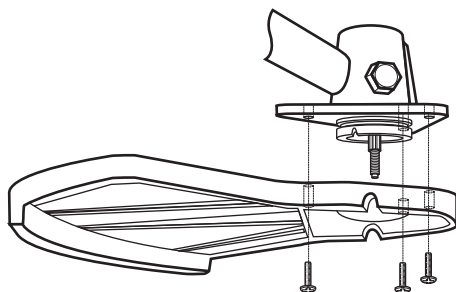

Fig. 4
- > Posez le carter de débroussaillage [25] sur son support et fixez-le avec les vis que vous avez retirées précédemment de la tête motrice [28]. Faites attention à bien aligner le carter (Fig. 4).